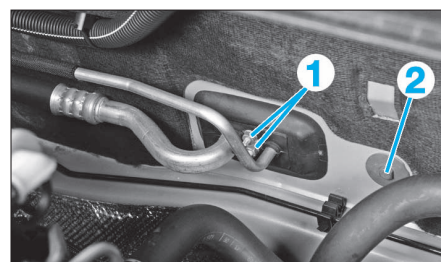

FIG. 13
- Déposer les deux vis (1) du détendeur (Fig.13).